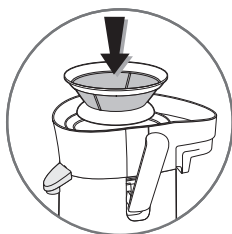

fig.3
- Вставьте фильтр-сито (**D**) в сокоприемник (**E**). Проверьте правильность расположения корзинки фильтра по оси привода - см. Рис. 3.